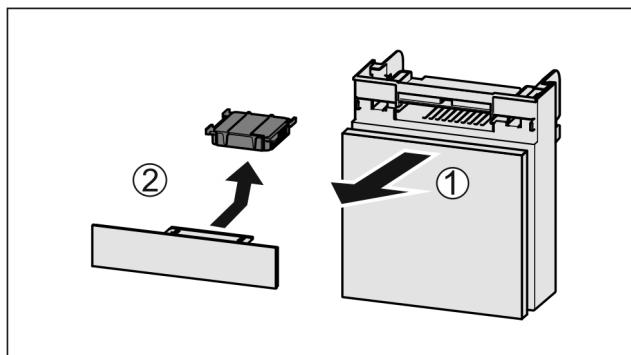

Fig. 48
- Потягніть Fig. 48 (1) відділення вперед.
- Витягнути Fig. 48 (2) фільтр з активованого вугілля.